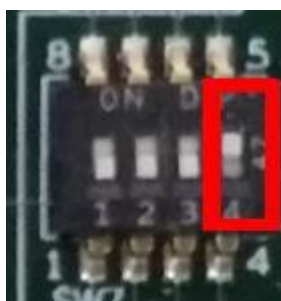

图 6. SW7-4 上拉而其他下拉
- 将板配置为串行下载模式，并确保电源来自调试USB。要实现这些，SW7-4应上拉其他下拉 图 6 而J1-5、J1-6应连接 图 7。